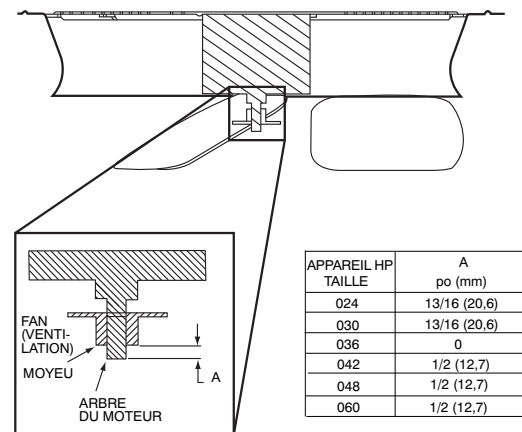

Fig.17 – Réglage du ventilateur extérieur
5. Assurez-vous de remettre la roue de ventilateur dans la position indiquée à la Fig. 17. Serrez les vis de fixation.